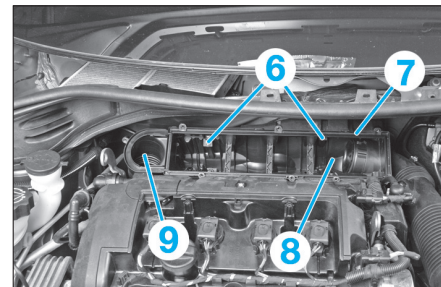

Fig. 61
- le cache de batterie (2),
- le raccord (3),
- la vis (4),
- le couvercle du filtre à air (5).
- les vis (6) (Fig.61),
- le support (7),
- la cuve de filtre à air (8),
- le raccord d'entrée d'air (9).